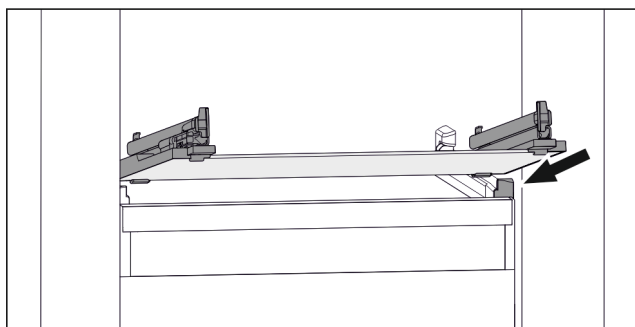

Fig. 98 Przykładowa prezentacja płyty szklanej
- ▶ Założyć płytę szklaną pod skosem za stoperami. (patrz Fig. 98)